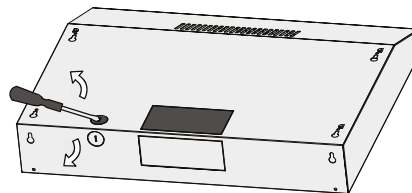
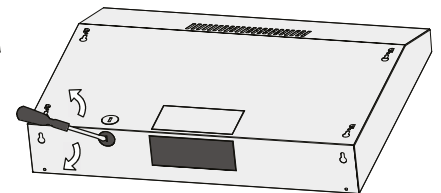

Figure 11-1
Figure 11-2
- Utiliser l'outil fourni pour percer le trou de câblage. Il y a deux trous. Veuillez choisir le trou figure 11-1 ou le trou figure 11-2 selon vos besoins en matière de câblage.